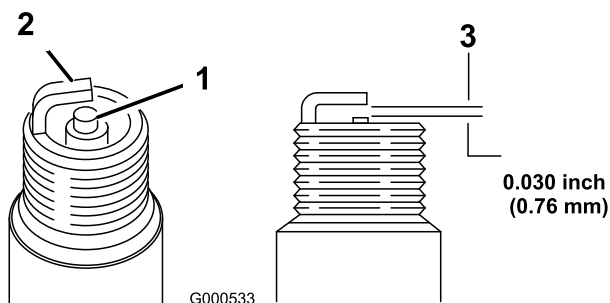

Figura 23
1. Inspeccione la bujía (Figura 23).
2. Compruebe la separación entre los electrodos central y lateral (Figura 23). Si la distancia no es correcta, doble el electrodo lateral.